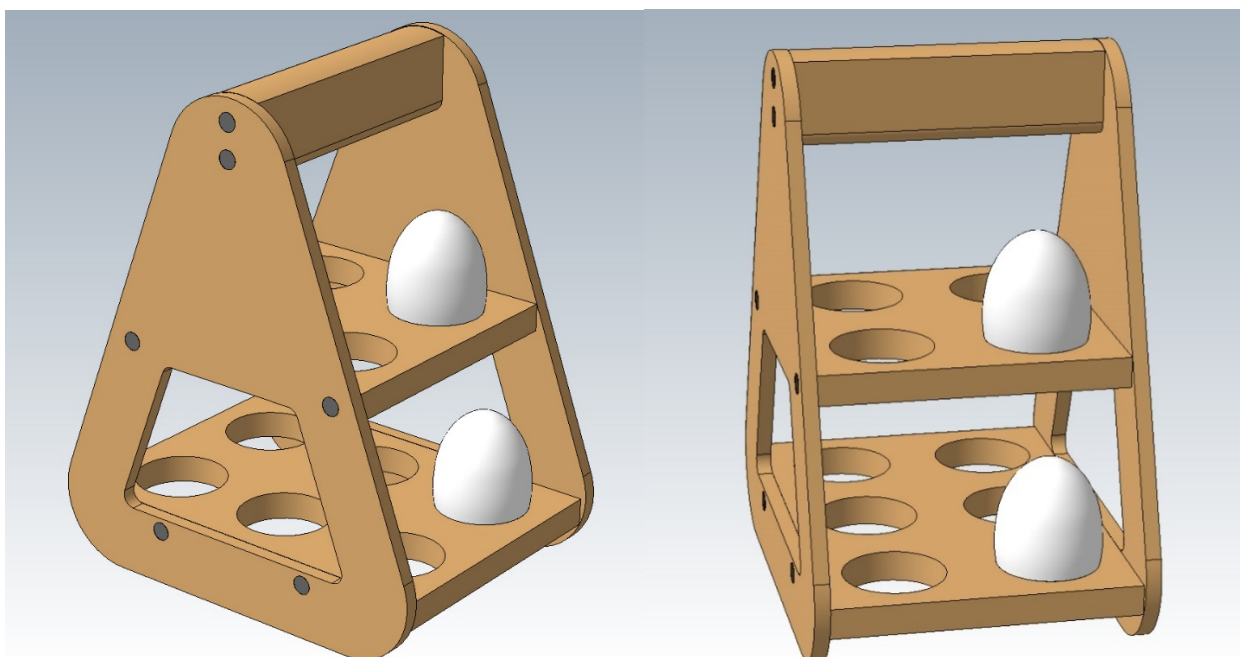

Рис. 1
1. По данному образцу (Рис. 1) разработайте технологическую карту (Таблица 1) для изготовления подставки;
11. Размеры саморезов необходимых для сборки и их расположение определите самостоятельно, исходя из Рис. 1.